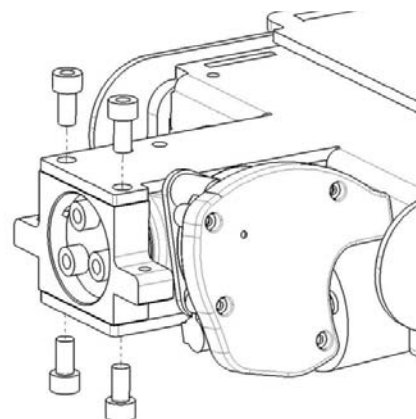

Bild 28. Montera de fyra skruvarna som håller ställdonets bakre ände.
16. Montera de fyra skruvarna som håller ställdonets bakre ände. Se bild 28.